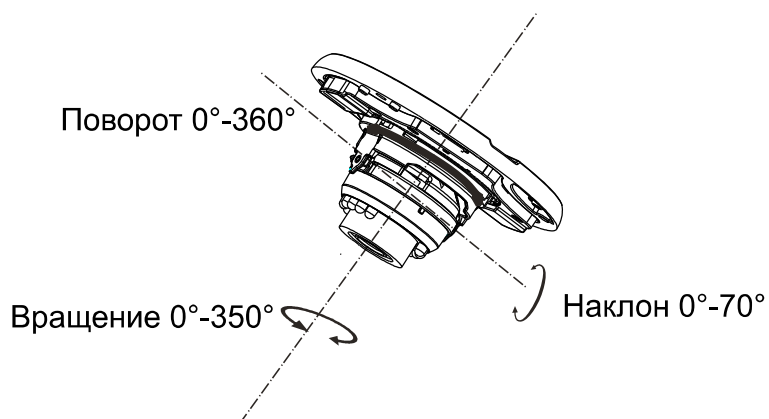

Рис. 5.4. Регулировка направления обзора
4. Отрегулируйте направление обзора. Прежде чем приступать к регулировке, выведите изображение от видеокамеры на монитор. После этого оптимальным образом подстройте направление обзора видеокамеры, как показано на Рис. 5.4.